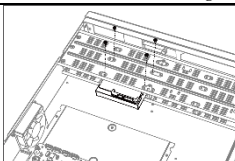

Figure 2-5 Fixez le disque dur
Step 2 Fixez le disque dur au support avec des vis. Reportez-vous à Figure 2-5.